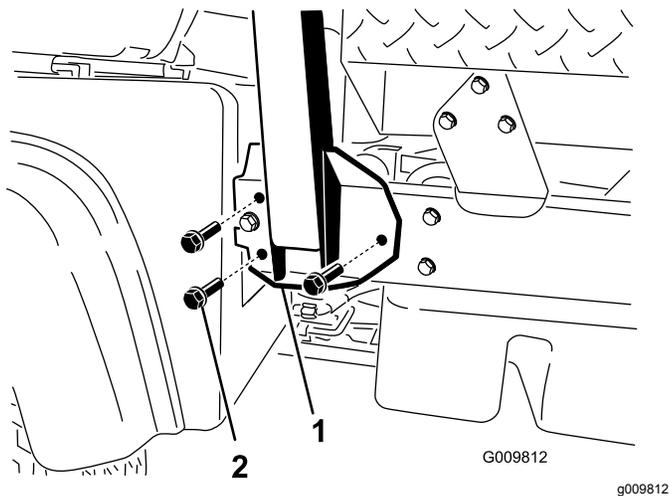

Рисунок 4
1. Выровняйте обе стороны конструкции ROPS по монтажным отверстиям рамы на обеих сторонах автомобиля, как показано на Рисунок 4.